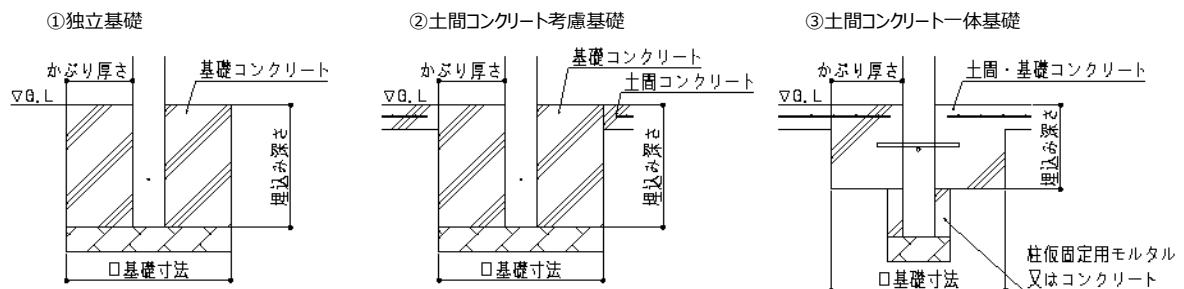

図1.基礎仕様
・基礎仕様の①独立基礎、②土間コンクリート考慮基礎、③土間コンクリート一体基礎は図1を参照